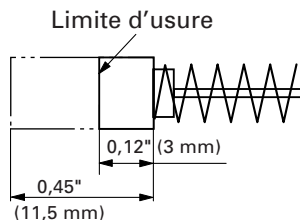

Fig. 24
4. Contrôle des balais en carbone (Fig. 24)